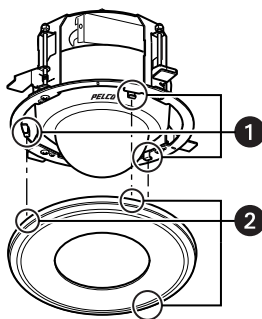

Figura 18. Fixando a tampa de montagem do teto
- ❶ Orifício de montagem da câmera
- ❷ Protuberância
- ❸ Gancho de montagem do acessório
- ❹ Orifício do parafuso de fixação
- ❺ Haste única
- a. Alinhe a saliência da tampa de montagem do teto com os ganchos do suporte de montagem do teto (consulte a Figura 18).